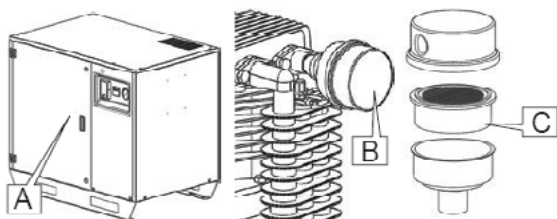

Fig. 13
- 3 Hapni derën me çelësin e pajisur Pozicioni A Fig. 13.
- 4 Hiqni kapakun pozicioni B Fig. 13, hiqni fishekun dhe zëvendësojeni atë me një të ri.